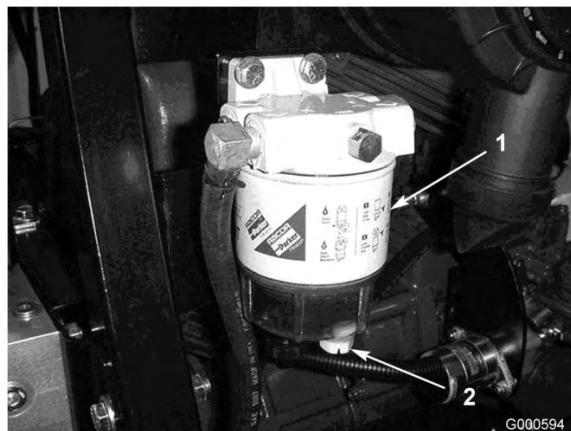

図 37
水セパレータ（図 37）の水抜きは毎日おこなつて異物を除去してください。
2. フィルタ容器（図 37）下部のドレン・プラグをゆるめて水や異物を流し出す。終了したらプラグを締める。